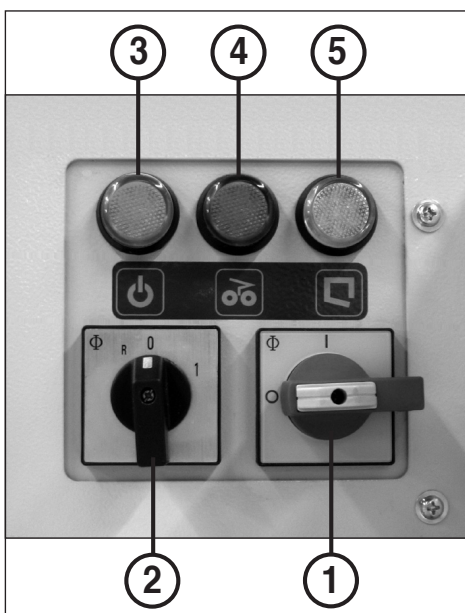

fig. 7
1. Inserire l'interruttore principale (1) (posizione „1“).
2. Ruotare l'interruttore rotante (2) in posizione „1“ (fig. 7).
ELEMENTI DI COMANDO (Fig. 7):
Avvertenza: ogni volta che si inserisce la macchina viene automaticamente inizializzato di nuovo il relè multifunzionale. A segnalarlo, per qualche secondo lampeggiano le due spie di controllo 4 e 5 (fig. 7).